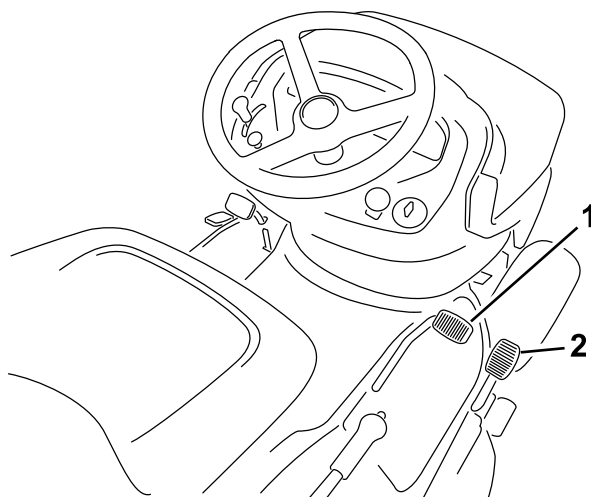

図 13
2. 前進走行ペダルに足を乗せ、ペダルをゆっくり踏み込む 図 13。
2. 後退ペダルに足を乗せ、ペダルをゆっくり踏み込む 図 13。